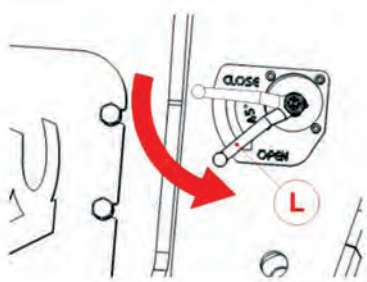

Рис. 5.2.10
в) Откройте кран, повернув рычаг (L) против часовой стрелки (Рис. 5.2.10).